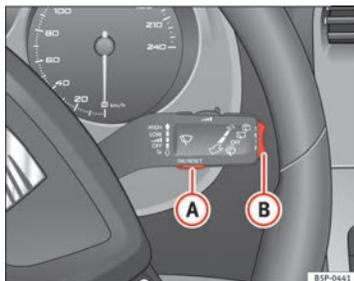
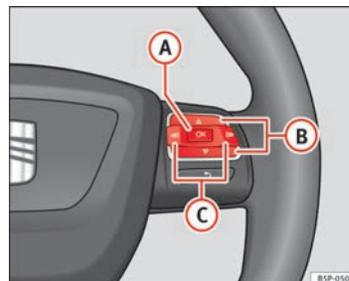

Fig. 45 Palanca del limpiacristales: tecla A para confirmar opciones del menú y tecla basculante B para cambiar de menú
Fig. 46 Mandos en volante: tecla A para confirmar opciones del menú y teclas B para cambiar de menú
⇒ fig. 46 hasta que lo visualice en la pantalla. Ya está dentro de este menú.
- Para cambiar de una memoria a otra, pulse brevemente la tecla **A** ⇒ fig. 45 ⇒ página 71 de la palanca del limpiacristales o la tecla **OK** del volante multifunción ⇒ fig. 46 ⇒ página 71 con el encendido conectado. ▶
En el indicador multifunción puede consultar los siguientes datos accionando la tecla basculante **(B)** ⇒ **fig. 45** ⇒ página 71 de la palanca del limpiacristales o pulsando la tecla **(Δ)** o **(▽)** ⇒ **fig. 46** del volante multifunción*.
- Pulse la tecla  o  del volante multifunción* ⇒ fig. 46 hasta que se muestre el menú **Estado del vehículo**.